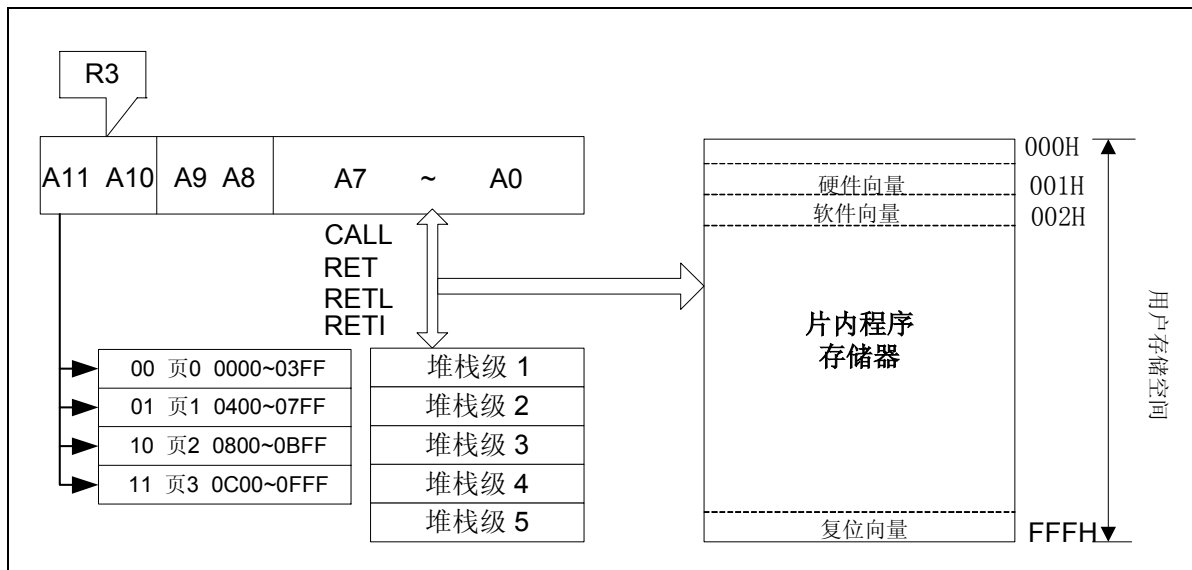

图 4-2 程序计数器结构图
- 根据控制器的类型，R2和硬件堆栈为10位宽。参见图4-2所示的结构图。